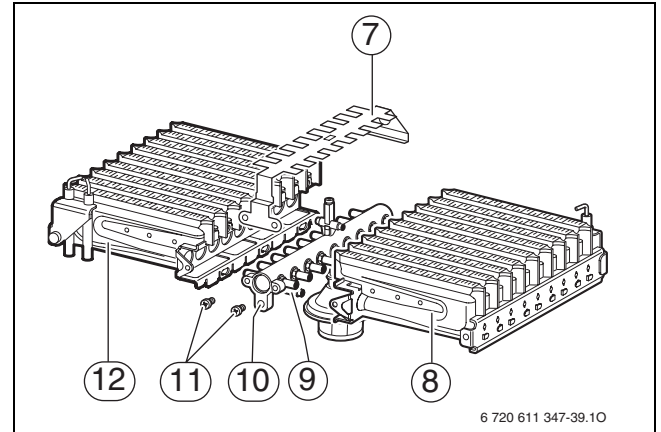

Fig. 35
- ▶ Se îndepărtează șuruburile (→ fig. 35, [11]).